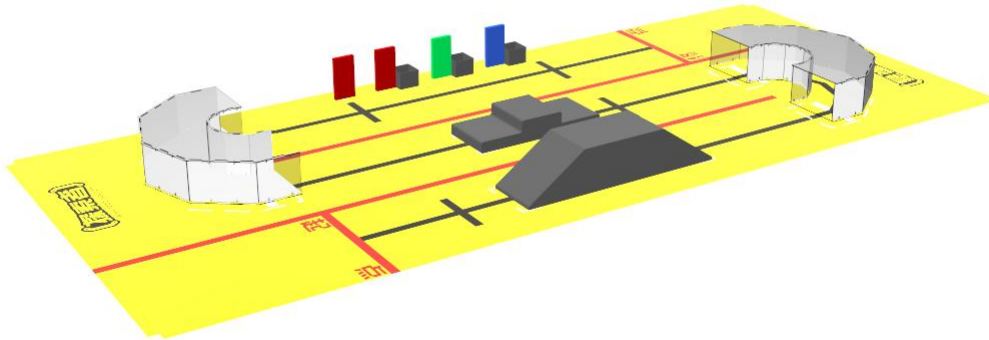

图 1 - 比赛场地的立体示意图
(1) 场地地面为 $408\text{cm} \times 175\text{cm}$ (尺寸误差 $\pm 3\text{cm}$) 的宝丽布 (如图 2)。场地地面设有起点线和终止线, 距离边缘 90cm 。部分障碍前后 20cm 设有标志线, 供参赛队伍参考使用。距离长边 60cm 的两条红线为装饰线。5 个障碍物按图 1、图 2 所示种类、数量和位置安放, 并以双面胶固定在场地地面上, 不可移动。黑线用 3.8cm 宽低反光绝缘胶带铺设。